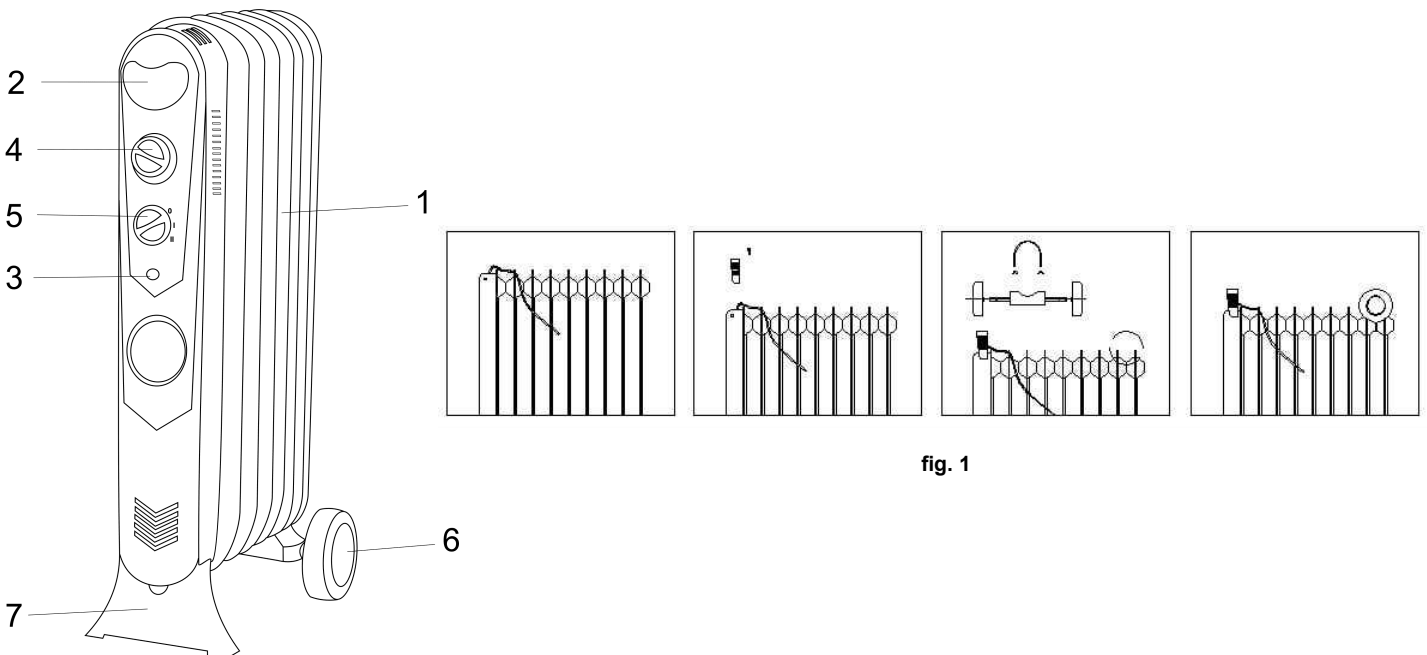

fig. 1
- Fit the foot at the bottom front part and secure it with a screw (fig.1)
- Установите ножку на переднюю часть днища радиатора и закрепите винтом (Рис.1).